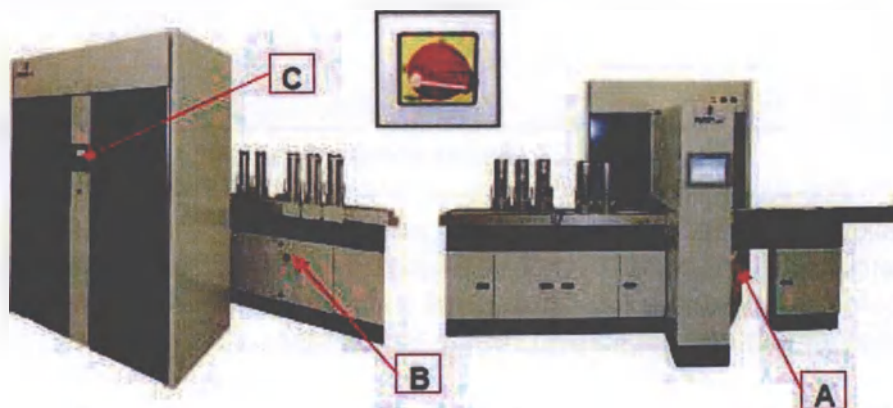
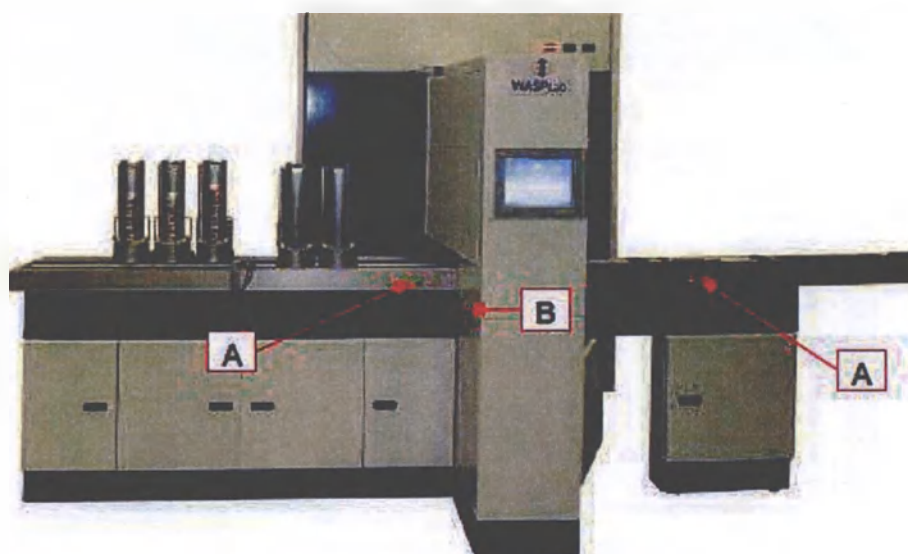
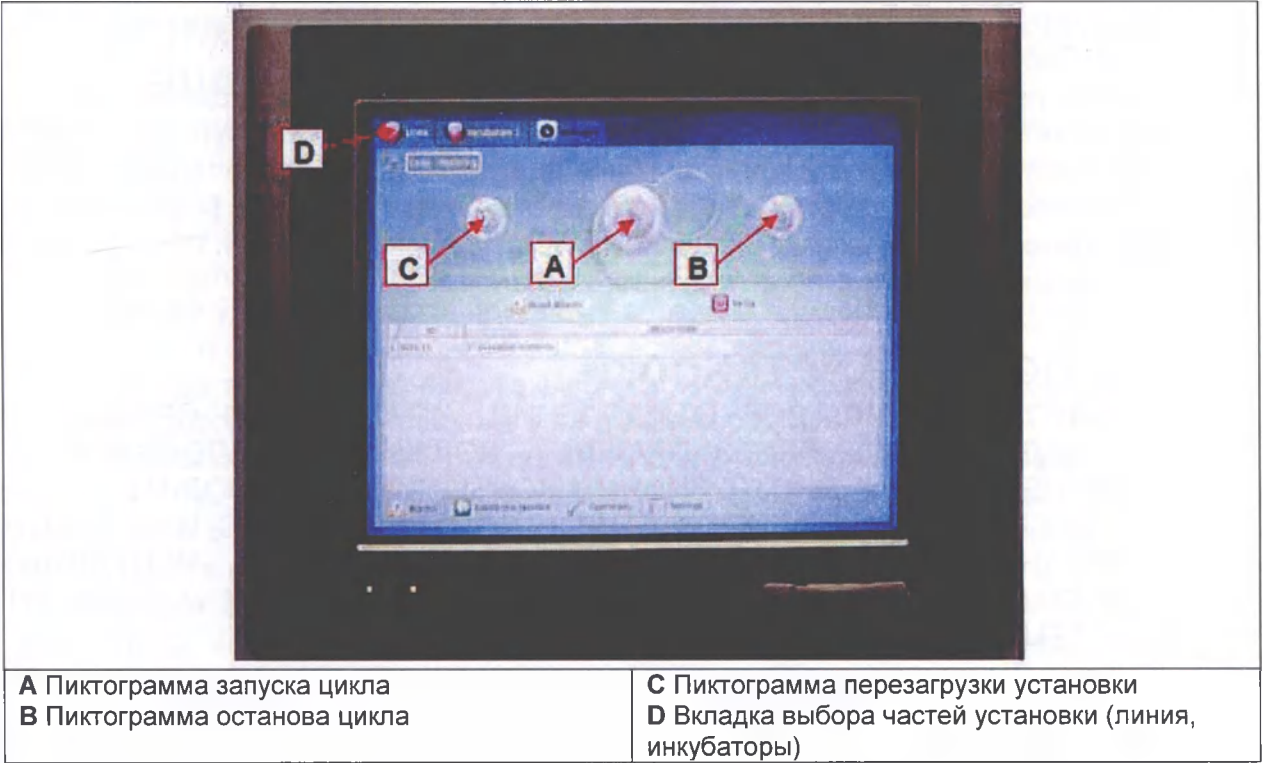

Рисунок 6.1. Выключатель электропитания установки
Рисунок 6.2. Положение кнопок включения электропитания
Рисунок 6.6. Панель управления: команды цикла
1. Перевести основной выключатель электропитания в положение I (ON/ВКЛ) главного электрического шкафа, ниже выгружаемых колонок для чашек Петри (Рисунок 6.1, В), и всех электрических шкафов станции фоторегистрации и анализа изображений (Рисунок 6.1, А).
2. Нажмите кнопку зеленого цвета включения электропитания на загрузочных линиях каждой секции (Рисунок 6.2, А) и на боковых сторонах стойки фоторегистрации и анализа изображений (Рисунок 6,2, В).
Чтобы запустить автоматический цикл, коснитесь пиктограммы Start на панели сенсорного экрана (Рисунок 6.6, А).
1. Выключите стойку фоторегистрации и анализа изображений и систему автоматического управления и контроля нажав кнопку STOP на панели управления (В; Рисунок 6.6). Подождите пока не отобразиться условие Ready to Restore (Готова для перезапуска) на панели управления, что указывает на правильный останов системы фоторегистрации. Нажмите кнопку аварийного останова красного цвета Emergency (В; Рисунок 6.2) и выключите главный переключатель на панели управления стойки фоторегистрации (А, Рисунок 6.1) повернув его на 0 (ВЫКЛ).
4. Выключите линию нажав кнопку аварийного останова красного цвета (А, Рисунок 6.2) повернув главные переключатели на электрических панелях установки (В, Рисунок 6.1) на 0 (ВЫКЛ).